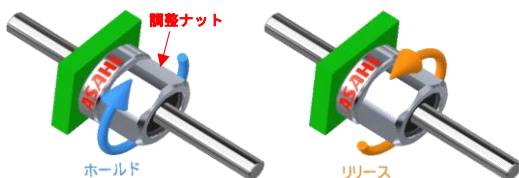

図6 調整ナットの各回転方向での動作
- 5.4.1 トルクレンチを用いて、調整ナットを締付トルク5N・mで図6の青色矢印方向に回してシャフトをホールドして下さい。
- 6.3.1 調整ナットを図6の橙色矢印の方向に回してリリース状態にして下さい。